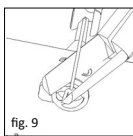

fig. 9
■ **fig. 9** La sfârșit se taie cu cleștișorul de tăiat (REF 8000 171) tija pe placa de capăt. Știftul rezultat prin aceasta pe placa de capăt sprijină mai târziu fixarea grefei între placa de capăt și timpan și previne o dislocare postoperatorie. Lungimea știftului poate fi variată, totuși trebuie corelată cu grosimea grefei prevăzute.
■图 9 最后，在靠近平板状头的位置用剪钳（REF8000 171）将杆剪断，留下来的图钉样假体就是用于植入的假体，可有效的防止术后脱位。其长度可变化，但都必须将衬垫的移植物的厚度计算在内。